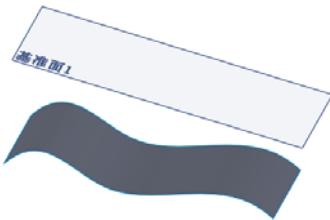

图 6-14 添加的基准面
**05** 添加基准面。在左侧的“FeatureManager 设计树”中，选择“上视基准面”，然后在菜单栏中选择“插入”→“参考几何体”→“基准面”命令，或者单击“特征”工具栏中的“基准面”图标按钮 $\text{S}$ ，此时系统弹出如图 6-13 所示的“基准面”属性管理器。在“等距距离”一栏中输入 50mm，并调整设置基准面的方向。单击属性管理器中的“确定”图标按钮 $\checkmark$ ，添加一个新的基准面，结果如图 6-14 所示。